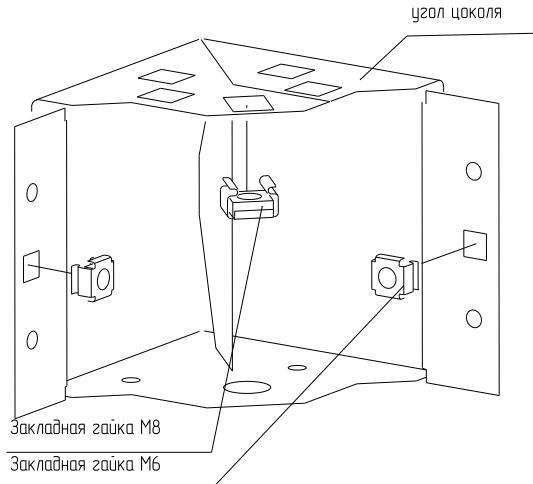

Рисунок 5
4.3.2 Установите на каждый угол цоколя две закладные гайки M6 и одну – M8 (рисунок 5).